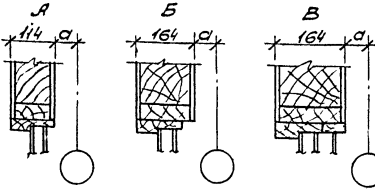

Рис. 1
3. Тащичку панелей наружных стен принять в зависимости от расчетной зимней температуры по данным таблицы 1 и рис. 1.